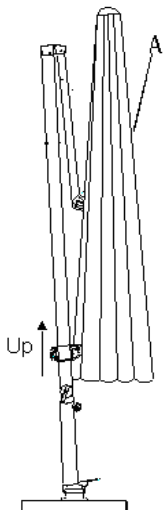

Fig. 4
Insérer le parasol (A) dans la colonne (B). Sécuriser la voilure dans la même direction avec le levier de pied dui dispositif de rotation puis desserrer le lien du parasol (fig. 4).